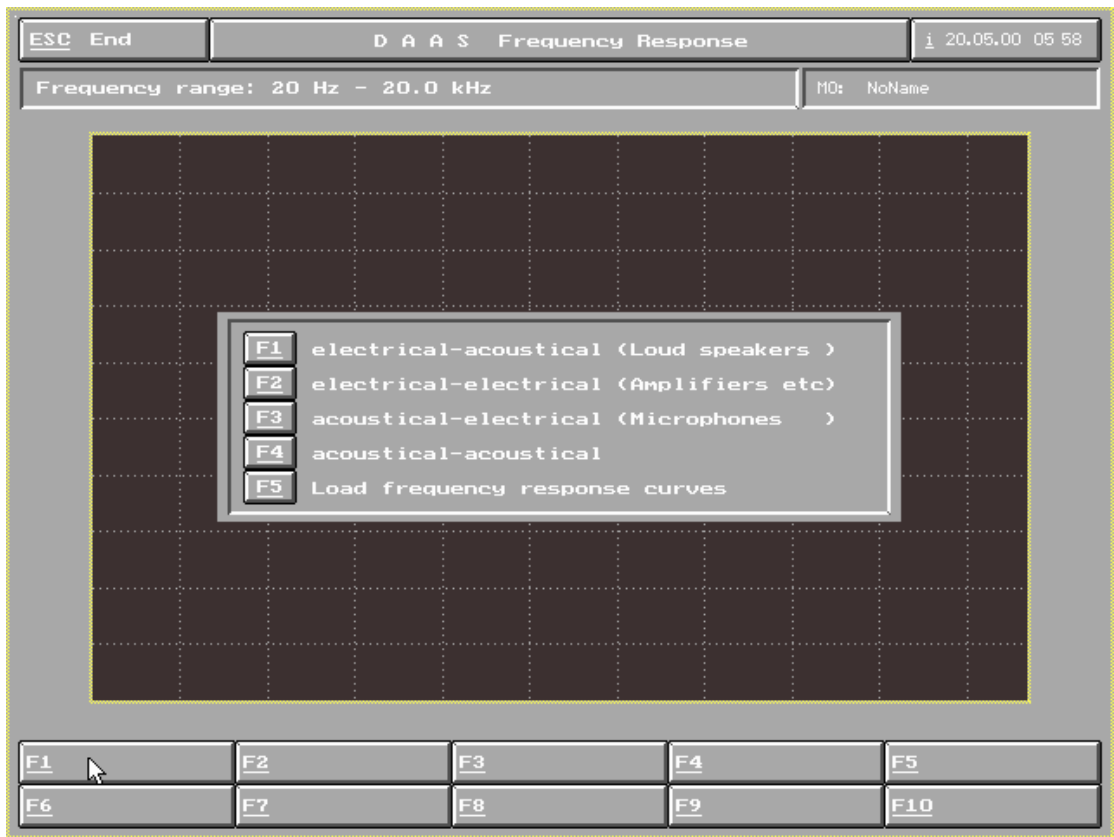

图 2
- 1 点击主菜单中的 F1 Freq.Resp 出现图 2 菜单 : (图 2)